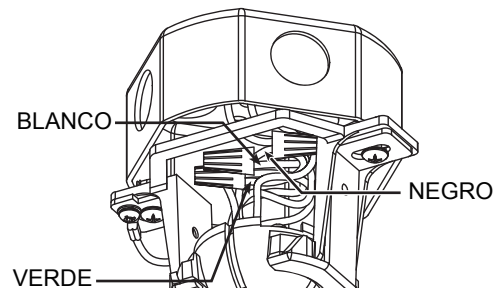

Figura 3
Profunda caja con aparato ortopédico (Figura 3)
1. Fije bien la abrazadera para colgar a la caja de salida con los tornillos y las arandelas provistas con la caja de salida. (Figura 3)
2. Una vez haya hecho las conexiones, coloque los cables hacia arriba y empújelos cuidadosamente hacia dentro de la caja de la toma de corriente, poniendo los cables blancos y verdes a un lado de la caja y los negros hacia el otro lado. Los cables deben ser colocados de forma extendida poniendo el conductor de la toma de tierra y el conductor de toma de tierra del equipo a un lado de la caja, colocando el conductor sin toma de tierra en el otro lado de la caja. (Figura 3)
- 3.** Los botones del mando a distancia tienen las siguientes funciones: (Figura 3)